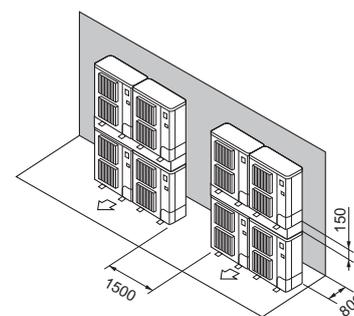

Fig. 3-17
⑦ Disposição de unidades sobrepostas (Fig. 3-17)